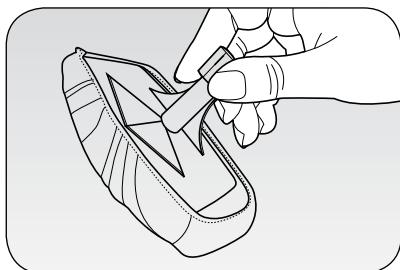

Fig. 5
A escova para tecidos, a montar no adaptador (12), pode ser utilizada seja com a pistola (C) seja com os tubos de extensão (9). Com a aplicação do pano (10) é possível utilizar a escova para eliminar o pó, na limpeza diária de sofás, poltronas, cobertores, colchões, almofadas e travesseiros (Fig. 5) A escova permite também refrescar os tecidos, removendo marcas e dobras de uso. Em todo caso, aconselha-se, quer na primeira utilização quer durante a utilização, descarregar a condensação de vapor em um recipiente a fim de evitar molhar os tecidos.